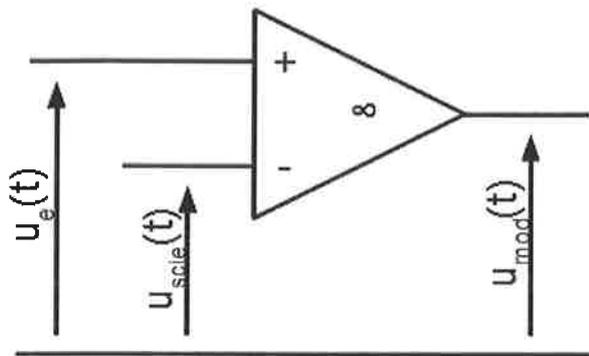

Figure A.2
On considère le montage de la figure Figure A.2 mettant en jeu un ALI supposé idéal auquel on applique :
- Q14.** On veut créer un signal dent de scie de fréquence  $f=1\text{MHz}$ . On choisit  $C=10\text{ pF}$ . De plus, pour que le signal ressemble le plus au signal dent de scie de la Figure A.2, on fixe  $\Delta t_{bas} = 19 \Delta t_{haut}$ . Déterminer les valeurs de  $R_1$  et  $R_2$  en fonction de C et f. Faire l'application numérique.